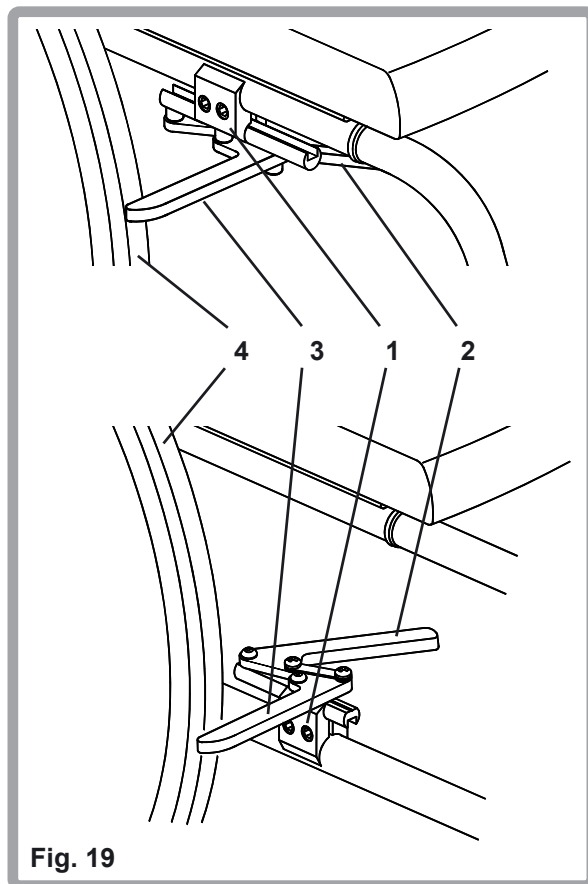

Fig. 19
Les freins ciseaux (Fig. 19) peuvent être fournis sur le RX/RXS. Les freins se montent sur des systèmes de serrage (1) et sont correctement réglés avant de quitter l'usine. Pour freiner, tirer le levier (2) vers l'avant jusqu'à ce qu'il passe par dessus le centre et que la barre (3) s'enfonce dans le pneu (4).
Les freins ciseaux peuvent être également montés sur les tubes du cadre inférieur (Fig. 19). Lorsqu'ils sont montés en position basse, le frein gauche doit être monté au dessus du cadre droit et vice-versa.